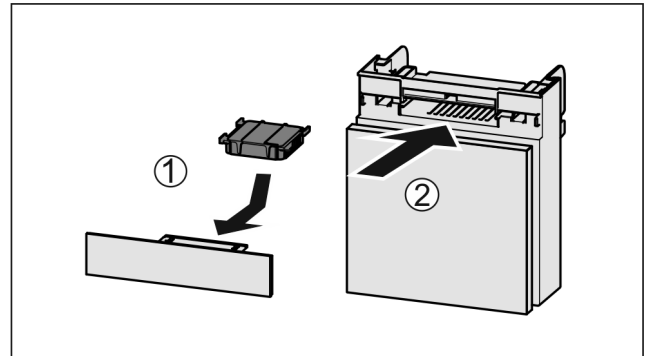

Fig. 173
- ▶ Pange Fig. 173 (1) aktiivsõefilter joonise järgi sisse.
- ▶ Lükake Fig. 173 (2) laegas sisse.